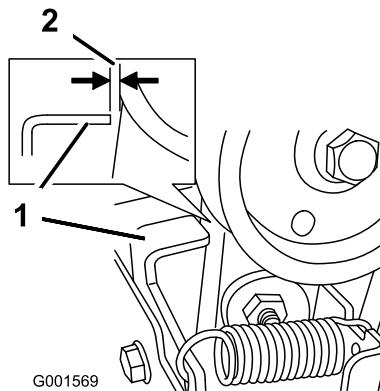

Figura 45
3. Con la leva della coclea/ventola disinnestata, assicuratevi che la distanza tra il gruppo frizione della coclea e l'alella sia pari a 1,5 mm, come illustrato nella Figura 45.